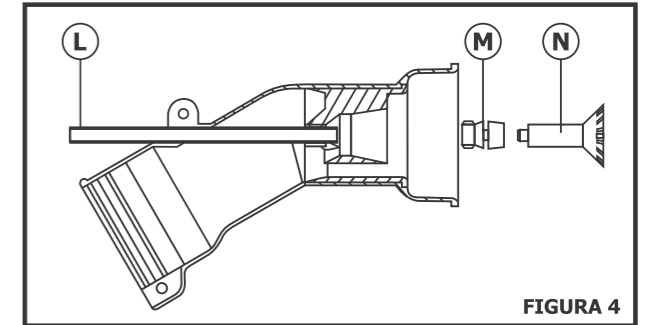

FIGURA 4
**Pontas dosadoras de vazão (Figura 4):** Para alterar a vazão do bocal, utilize as pontas (M) dosadoras codificadas por cores que acompanham o equipamento. Para substituí-la, empurre o injetor (L) totalmente para frente e gire manualmente a ponta dosadora (M) até desrosqueá-la totalmente. Escolha e coloque a ponta com a vazão desejada, retornando em seguida totalmente para trás o tubo injetor (L).
Utilizando o alargador (N), haverá um sensível aumento do diâmetro do cone de atomização, mas tanto a velocidade de saída do ar quanto o alcance do jato diminuirão de intensidade. Para utilizá-lo basta rosquear (manualmente) o alargador na ponta dosadora (M) conforme figura 4.